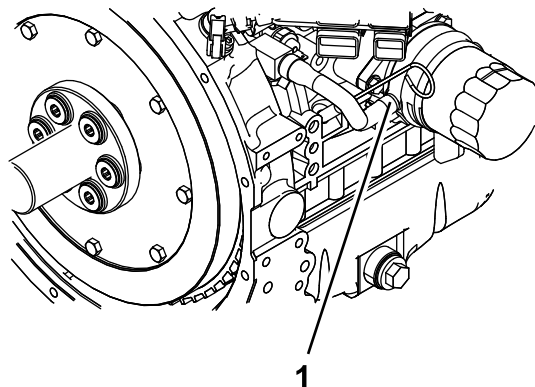

Figure 53
6. Retirez le flexible de liquide de refroidissement du refroidisseur d'huile et vidangez le liquide de refroidissement du bloc moteur (Figure 53).